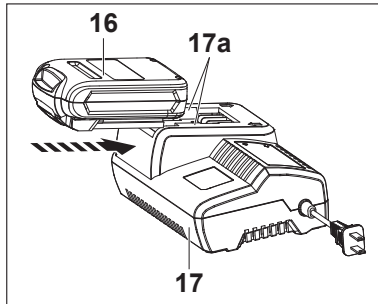

Fig. 6
1. Alinhe e deslize o conjunto de baterias (16) nas ranhuras de deslizamento (17a) do carregador (17) até que este fique bloqueado na posição (Fig. 6).